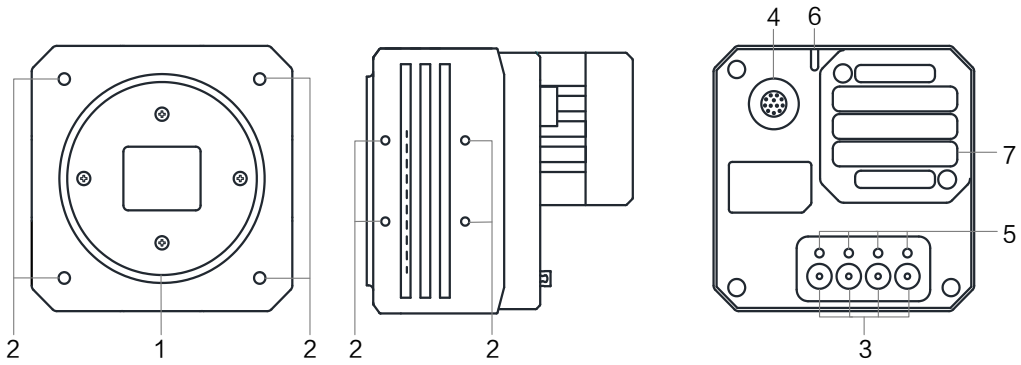
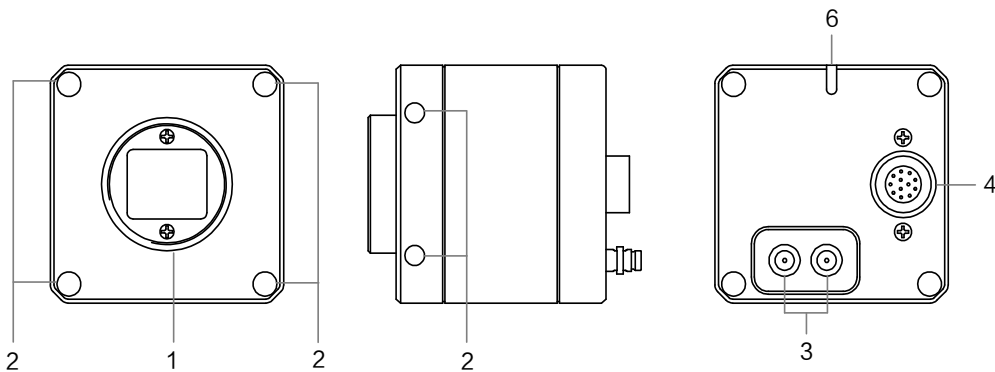
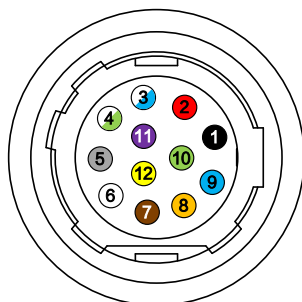

图4-3 M58 口, 带风扇, 不带 TEC, CXP-12 接口相机外观
图4-9 C 口, 不带风扇, 不带 TEC, CXP-6 接口相机外观
图4-11 12-pin 接口
| 图 4-3 | M58 口 | 带风扇 | 不带 TEC | CXP-12 |
| 图 4-9 | C 口 | 不带风扇 | 不带 TEC | CXP-6 |
- 图 4-3~图 4-9 相机外观对应的管脚信号定义如图 4-11、表 4-4 所示。
- 图 4-11 与表 4-4 中所示的线芯仅为我司销售的线缆线序以及对应的线芯颜色，若线缆不是从我司购买，请以实际线序以及对应线芯颜色为准。